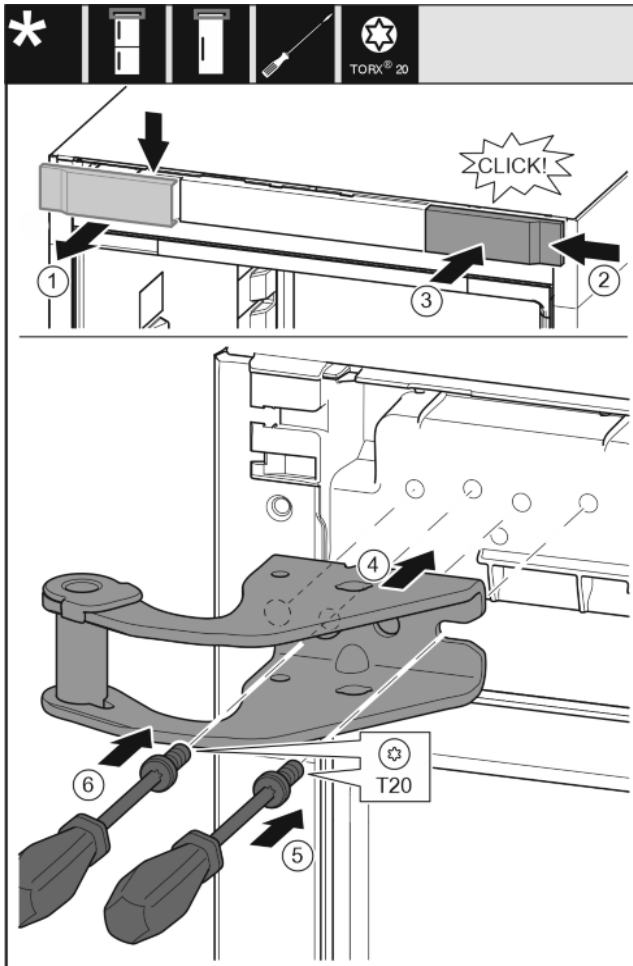

Fig. 12
- Снимите крышку сверху вперед. Fig. 12 (1)
- Навесьте крышку, повернув ее на 180°, справа с другой стороны. Fig. 12 (2)
- Зафиксируйте крышку. Fig. 12 (3)
- Установите верхний опорный кронштейн. Fig. 12 (4)
- Установите и затяните винт отверткой T20. Fig. 12 (5)
- Вставьте и затяните винт отверткой T20. Fig. 12 (6)